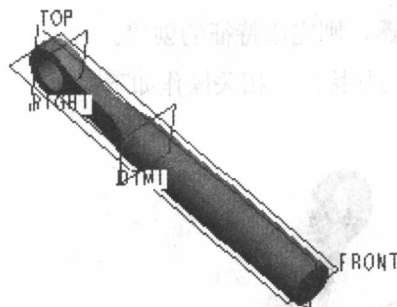
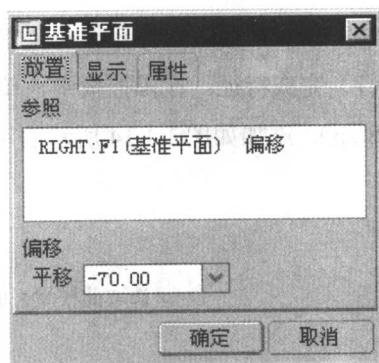

图 1.1.10
图 1.1.11
(5) 完成特征截面后, 单击工具栏中的“完成”图标 .
(6) 在操控板中, 选取双侧深度类型均为 .
(7) 在操控板中, 单击预览图标 , 可浏览所创建的切削特征。
(8) 在操控板中, 单击完成图标 , 则完成特征的创建。
Step7. 创建基准平面 DTM1。创建如图 1.1.10 所示的基准平面, 相关操作如下。
(1) 单击创建基准平面命令图标 。系统弹出“基准平面”对话框。
(2) 选取 RIGHT 基准面为参照平面, 偏移值为-70, 这时“基准平面”对话框如图 1.1.11 所示。
(3) 在“基准平面”对话框中单击  按钮。